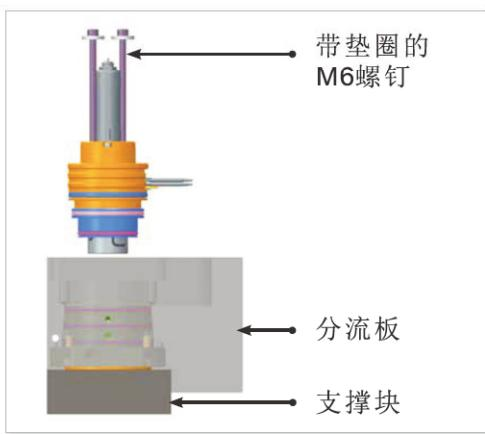

图11-22 支撑块, 分流板型腔板, SlimStack单元
3. 在分流板型腔板下方放置分流板或支撑块，以固定待组装的Slimstack单元。见图11-22。